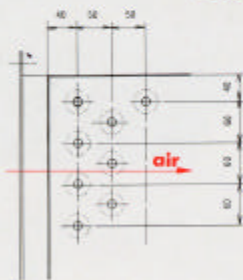

図 7 フィンヒーター
- ④ダクトの奥行きCは裏面の図7~8を参照して決めて下さい。
- ⑤特に止むをえずヒーターの電力密度を高くした場合、ファンとのインターロックはもちろん、ヒーター停止後数分間以上は送風して下さい。
- ⑥保温の厚みの選定は、当社フィンヒーターカタログNo.4402を参照して下さい。
- ⑦過熱防止の保護装置は必ずおつけ下さい。